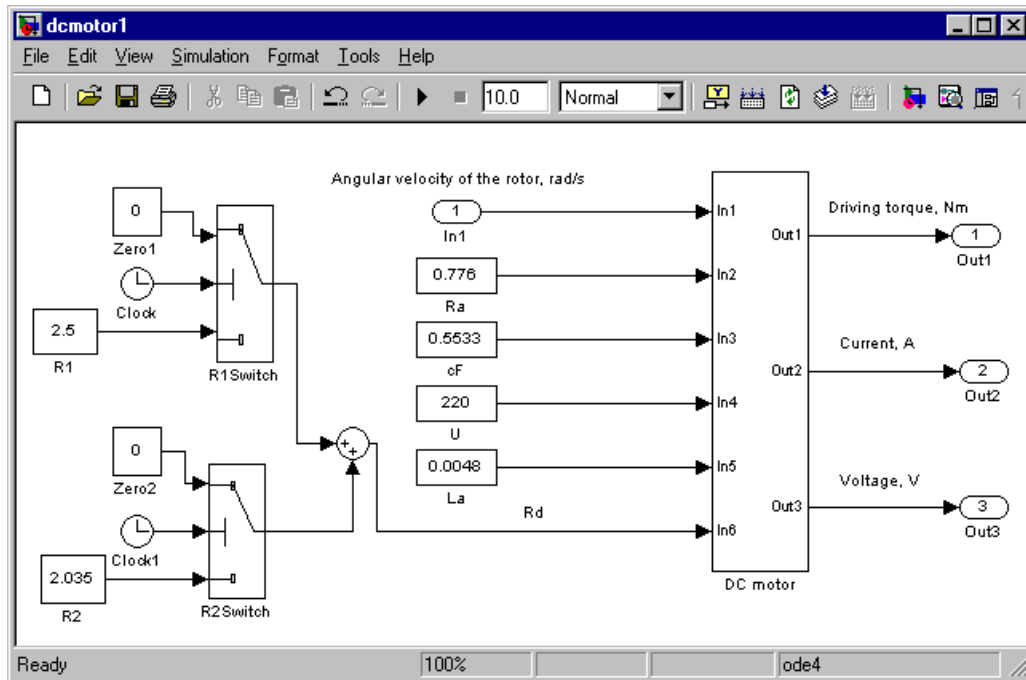

Рис.3.6. Модель двигателя в Matlab/Simulink
Модель двигателя имеет один вход – угловую скорость ротора (рад/с) и три выхода: (1) электромагнитный момент, (2) ток якоря и (3) напряжения цепи якоря. Копии экрана Simulink-модели рассматриваемого двигателя приведены на рис. 3.6 и 3.7.